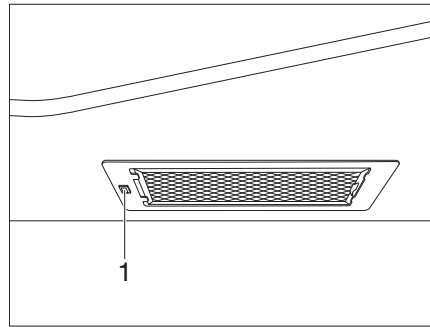

Fig. 263 Campana
- Conectar y desconectar la campana con el interruptor (Fig. 263,1).